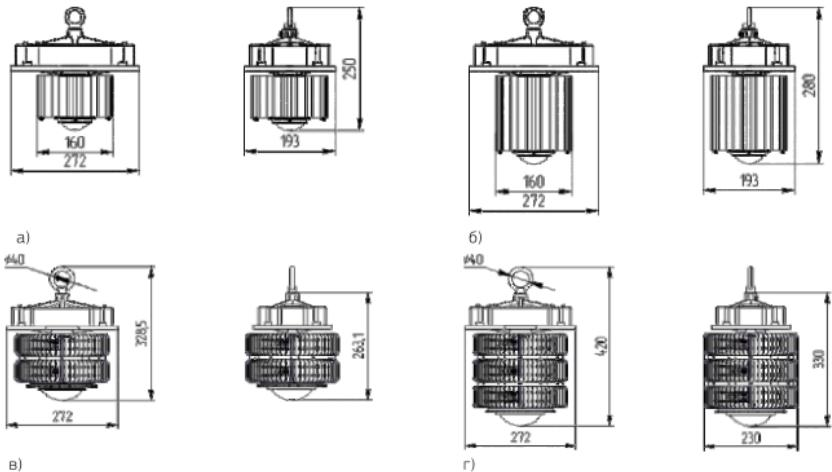

Рисунок 1 – Габаритные размеры светильников:
** Габаритные размеры в сборе с рым-болтами (см. рисунок 1).